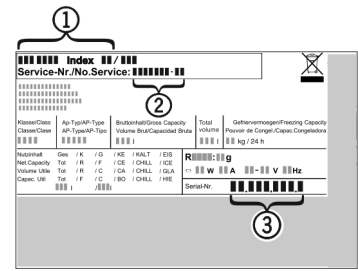

Fig. 17
- ▶ Прочетете от идентификационната табелка описанието на уреда Fig. 17 (1), сервисния № Fig. 17 (2) и серийния № Fig. 17 (3). Идентификационната табелка се намира на лявата вътрешна стена на уреда.
- ▶ Обадете се на сервисната служба и посочете неизправността, описанието на уреда Fig. 17 (1), сервисния № Fig. 17 (2) и серийния № Fig. 17 (3).